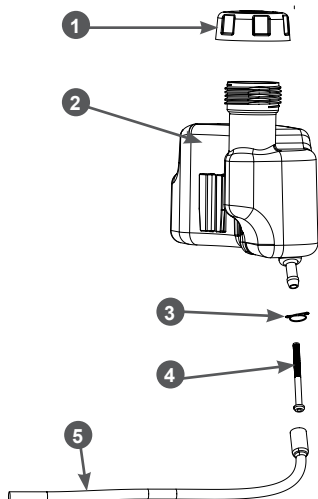

Рис. 18. Обслуживание топливного фильтра и топливного бака
2. Снимите хомут 4 топливного шланга и снимите шланг 5 со штуцера топливного бака (Рис. 18).
5. Извлеките из топливопровода 5 топливный фильтр 4 (Рис. 18).